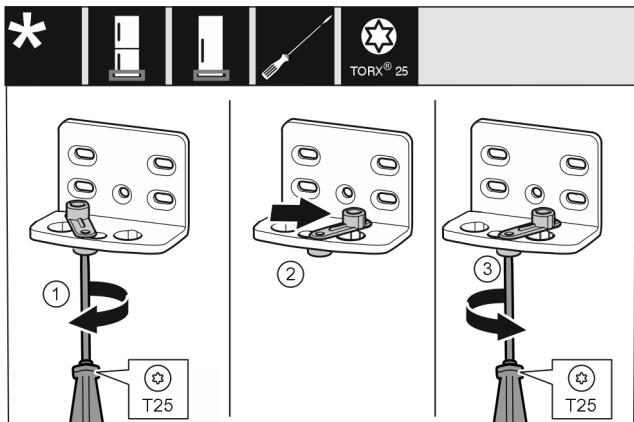

Fig. 12
- Открутите винт отверткой T25. Fig. 12 (1)
- Приподнимите фиксатор двери и поверните в отверстии на 90° направо. Fig. 12 (2)
- Затяните винт отверткой T25. Fig. 12 (3)